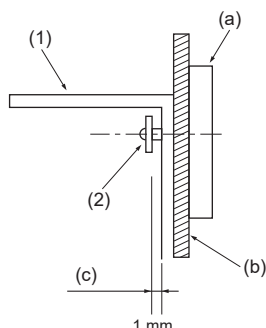

Fig. 3-4
- Først skal vinkeljernet festes til veggen, og deretter strammer du til skruen slik at vinkeljernet kan skyves opp og ned. (Fig. 3-4)
(1) Vinkeljevn mot velting
(2) Plateskrue